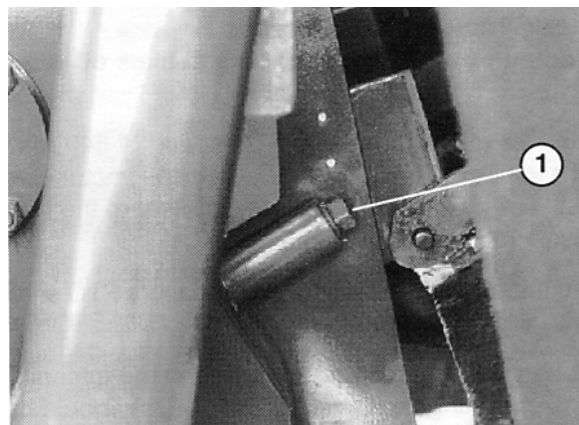

Fig. 2
1. Foran lufteren fjern de 2 propper fra gearkassens porte (fig. 2).